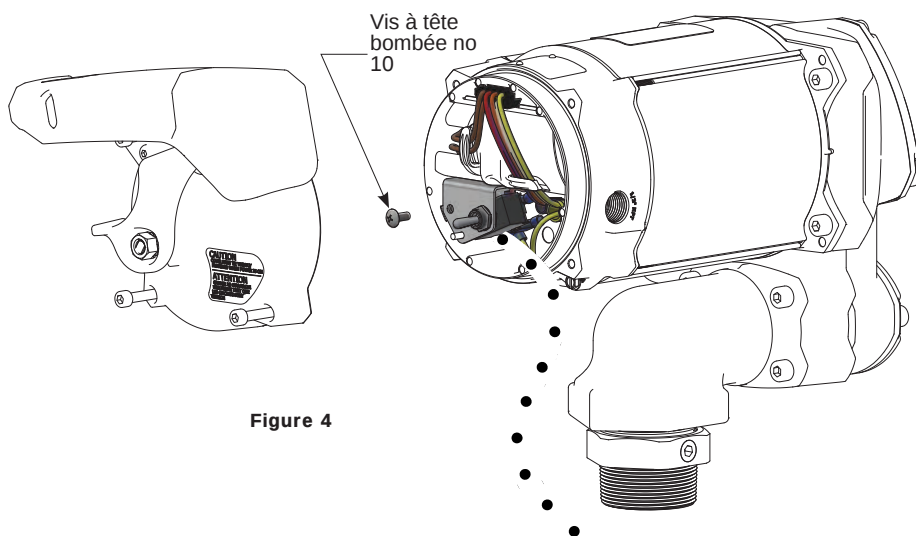

Figure 4
2. À l'aide d'une clé hexagonale de 4 mm, retirez les (2) vis d'assemblage à tête ronde et la protection de la buse.
3. Retirez les (4) vis d'assemblage à tête ronde M6 et la plaque de protection électrique du moteur.
4. Retirez la vis à tête bombée no 10 et le support du commutateur avec l'ensemble du commutateur (voir figure 4).